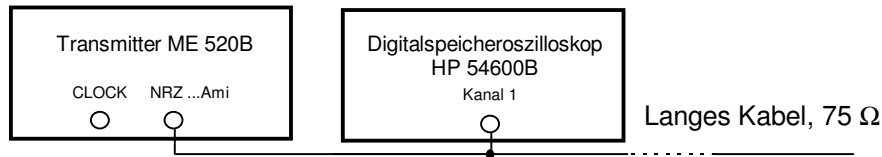

Bild 7: Messanordnung für eine lange offene Leitung
- Verbinden Sie die Geräte nach Bild 7. unter Nutzung des langen Kabels.